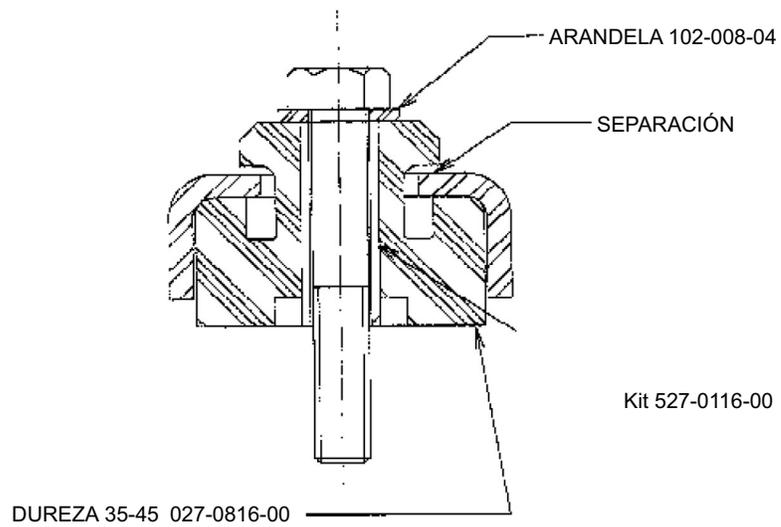

Figura 6B
Unidades Condensadoras – Se recomiendan tacos de montaje blandos para la aplicación de unidades condensadoras equipadas con compresores Scroll Glacier^(MR) de 2 a 6 HP. Refiérase a la Figura 6B.